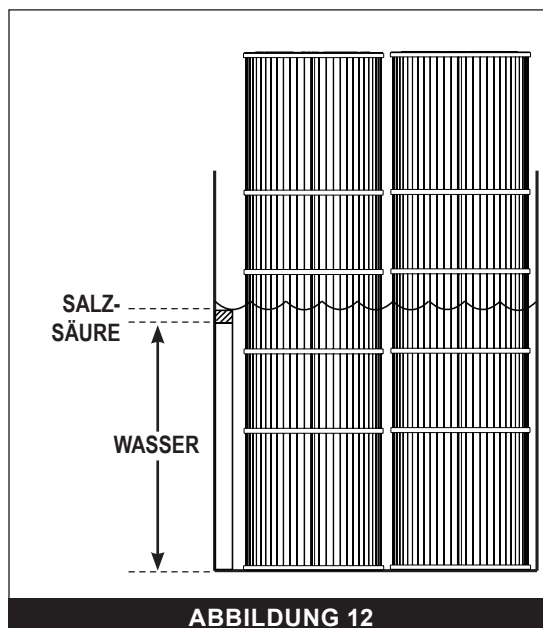

ABBILDUNG 12
3. Geben Sie eine Lösung mit einem Teil Salzsäure und zwanzig Teilen Wasser in einen großen Plastikbehälter. Siehe **ABBILDUNG 12**.